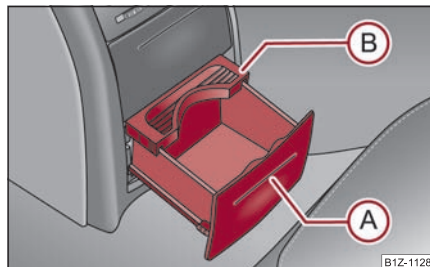

Fig. 110 Consola centrală spate: Suportul pentru pahare
- Apăsați capacul în zona (A) ⇒ fig. 110 – suportul pentru băuturi iese.
- Reglați suportul pentru băuturi deplasând placa de siguranță (B).